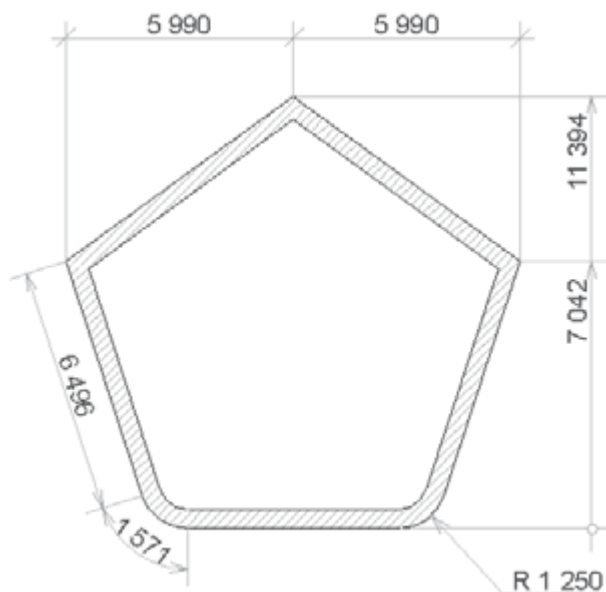

Рис. 10.8. Построение радиального размера
6. Щелкните кнопкой мыши. Радиальный размер с указанными параметрами построен (рис. 10.8).